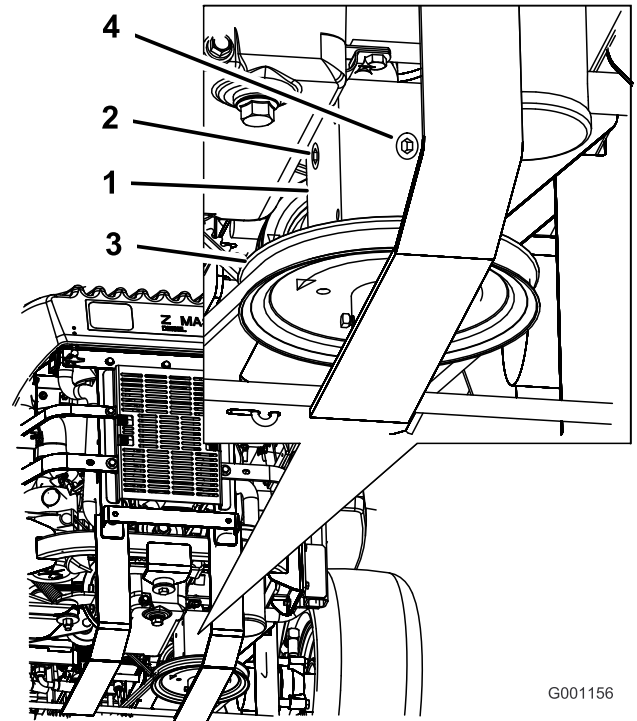

Bild 56
4. Nehmen Sie die Prüfschraube an der Seite oder hinten am Getriebe ab (Bild 56).